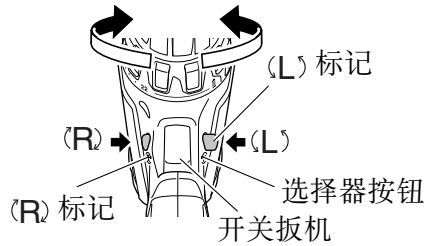

图 9
按选择器按钮的 R (右) 侧, 钻头便会顺时针 (从后方看时) 旋转; 按选择器按钮的 L (左) 侧则使钻头逆时针旋转。(请参照图 9)。( (L) 和 (R) 标记随附在机身上。)